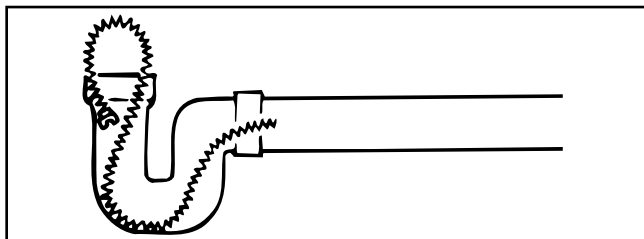

Figure 7 – Replis de câble dans une conduite
- Sécurisez le câble en le repliant dans la conduite (Figure 7). Ceci est particulièrement recommandé lors du curage des conduites à forte pente.